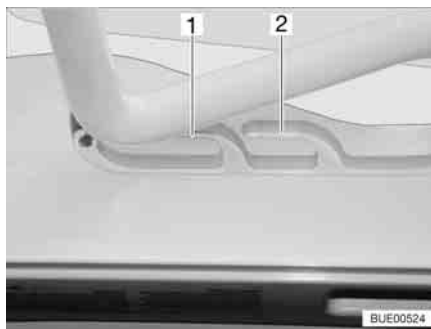
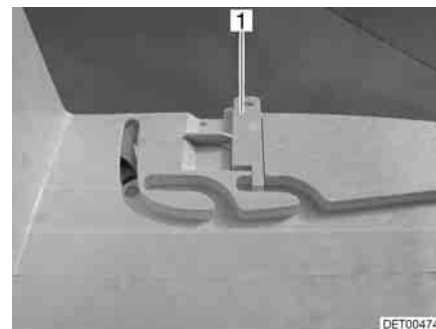

Fig. 71 Oblò Heki in posizione di ricircolo d'aria
Fig. 72 Bloccaggio della posizione di ricircolo d'aria
È possibile portare l'oblò Heki in due posizioni di ricircolo d'aria: Posizione brutto tempo (Fig. 71,1) e posizione centrale (Fig. 71,2). A seconda del modello è possibile bloccare l'oblò nella posizione centrale con il chiavistello (Fig. 72,1).
- Premere la staffa leggermente verso l'alto, spingerla nella guida selezionata (Fig. 71,1 o 2) ed eventualmente bloccarla.